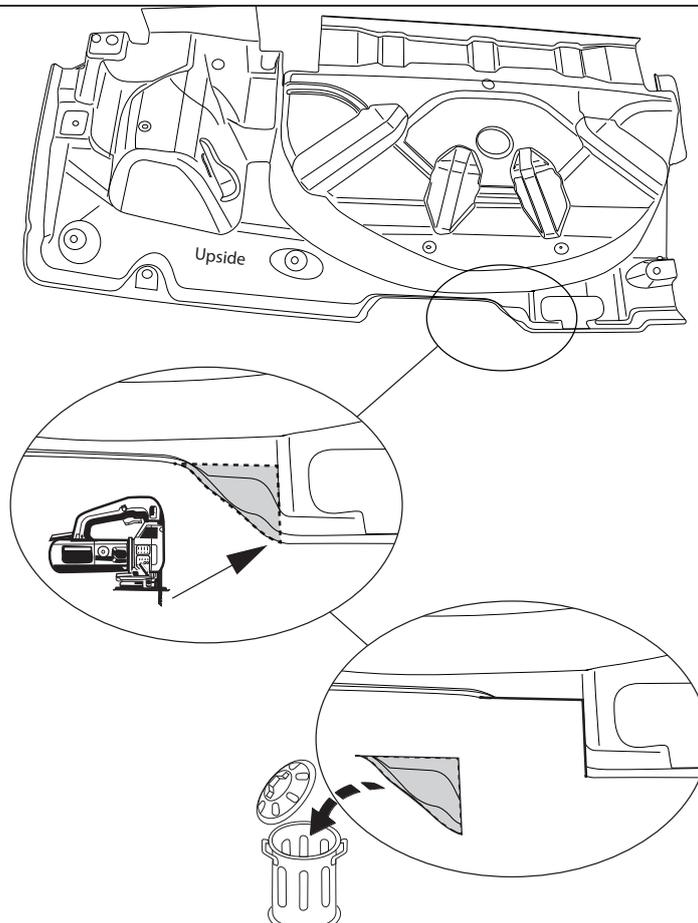

Fig.5
7. For the models T6; 2015-> the following applies: Saw a section out of the middle of the underside of the plastic protective container as shown in fig 5.
Für T6; 2015-> Fahrzeuge gilt: Auf der Unterseite der Kunststoff-Schutzablage einen Teil aus der Mitte gemäß Abbildung 5 ausschneiden.